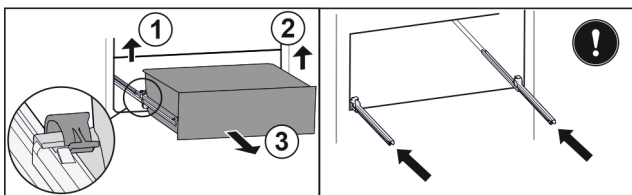

Fig. 104
- ▶ Lyft vänster klämma och dra samtidigt utdragslåda till vänster framåt. Fig. 104 (1)
- ▶ Lyft höger klämma och dra samtidigt utdragslåda till höger framåt. Fig. 104 (2)
- ▶ Ta ut utdragslåda genom att dra den framåt. Fig. 104 (3)